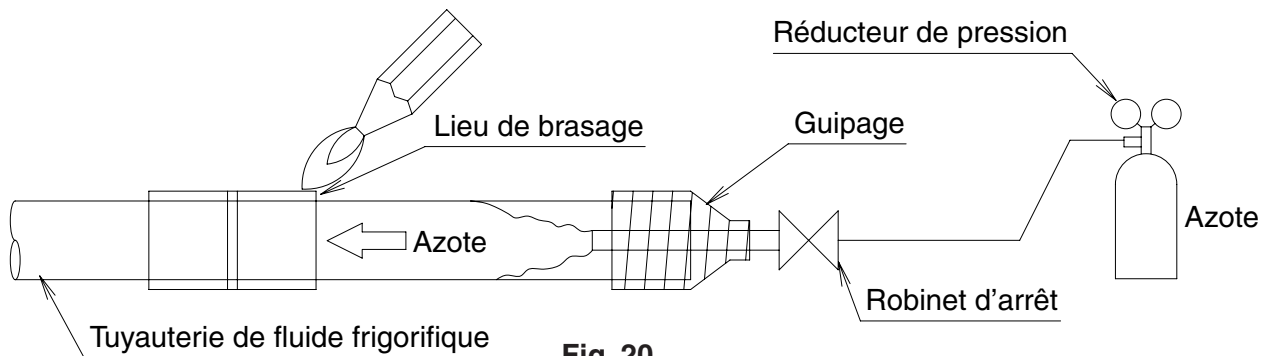

Fig. 20
- Avant de braser la tuyauterie de fluide frigorigère, faites passer l'azote dans la tuyauterie de fluide frigorigère et remplacez l'air par l'azote. Puis, effectuez le brasage (REMARQUE 2). **(Reportez-vous à la Fig. 20)** Après avoir terminé tous les travaux de brasage, installez les raccords évasés avec l'unité intérieure.